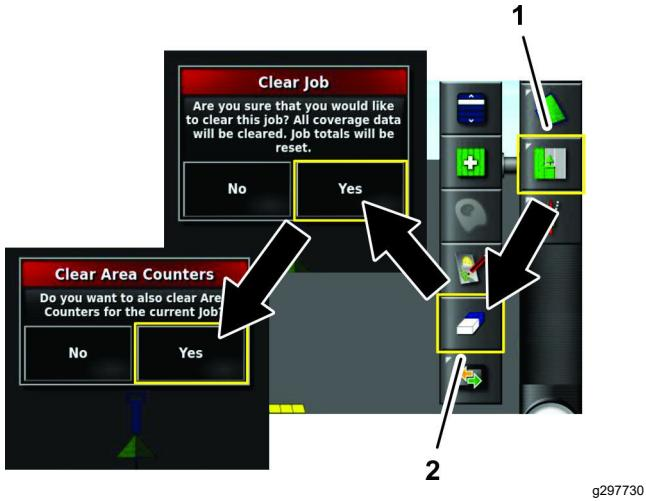

Figure 30
1. Appuyez sur l'icône Menu des tâches (Figure 30).
2. Appuyez sur l'icône Effacer données de tâche (Figure 30).
3. Appuyez sur l'icône Oui dans la boîte de dialogue Effacer tâches (Figure 30).
4. Appuyez sur l'icône Oui dans la boîte de dialogue Effacer compteurs de zone (Figure 30).